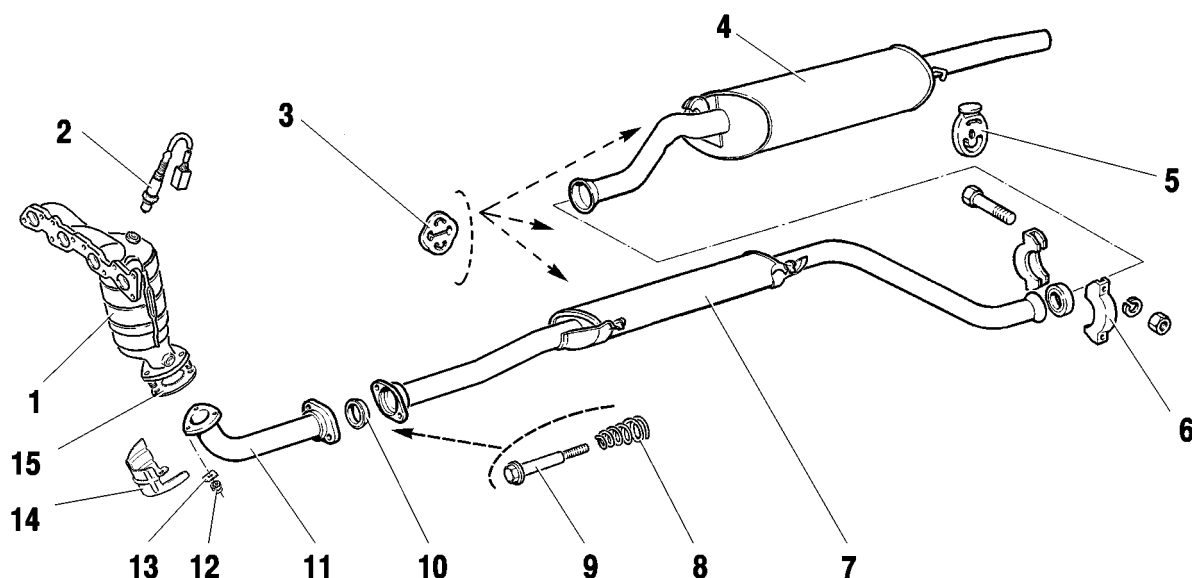

Bild 8 Auspuffanlage
Das Vorrohr (1) mit Katalysator ausbauen (siehe Bild 8). Die Befestigungsmutter des Anlassers zum Kupplungsgehäuse lösen und Anlasser abnehmen.